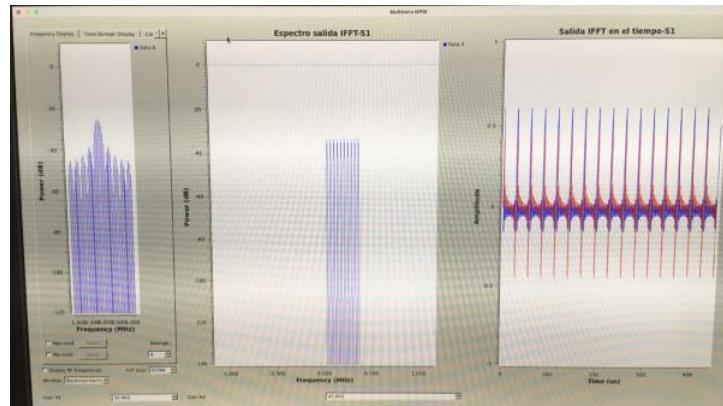

**Figura 37:** Fichero .grc que genera los múltiples tonos.
- b) En la **Figura 37** se muestra el fichero grc. Las variables de interés para el usuario son: vector source (se pondrán los tonos que se necesiten), delta tonos (separación entre tonos).
- c) Para compilar el fichero grc dar click en el ícono compilar (ver **Figura 37**).